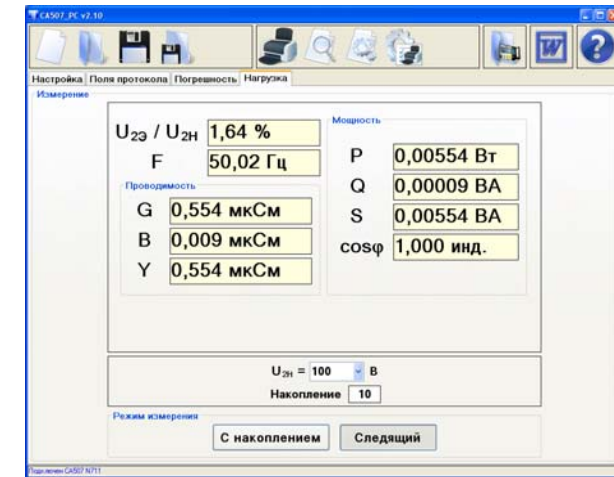

Рисунок 2.8
1) Для подготовки к измерению щелкнуть по вкладке "Нагрузка" (рисунок 2.8). Установить значение номинального вторичного напряжения ТН эталонного U_{2H} (рисунок 2.8), для чего в поле " U_{2H} " выбрать значение из списка или ввести с помощью клавиатуры. Если выполняется измерение характеристик магазинов нагрузок, то в поле " U_{2H} " следует вводить значение номинального напряжения магазина нагрузки.